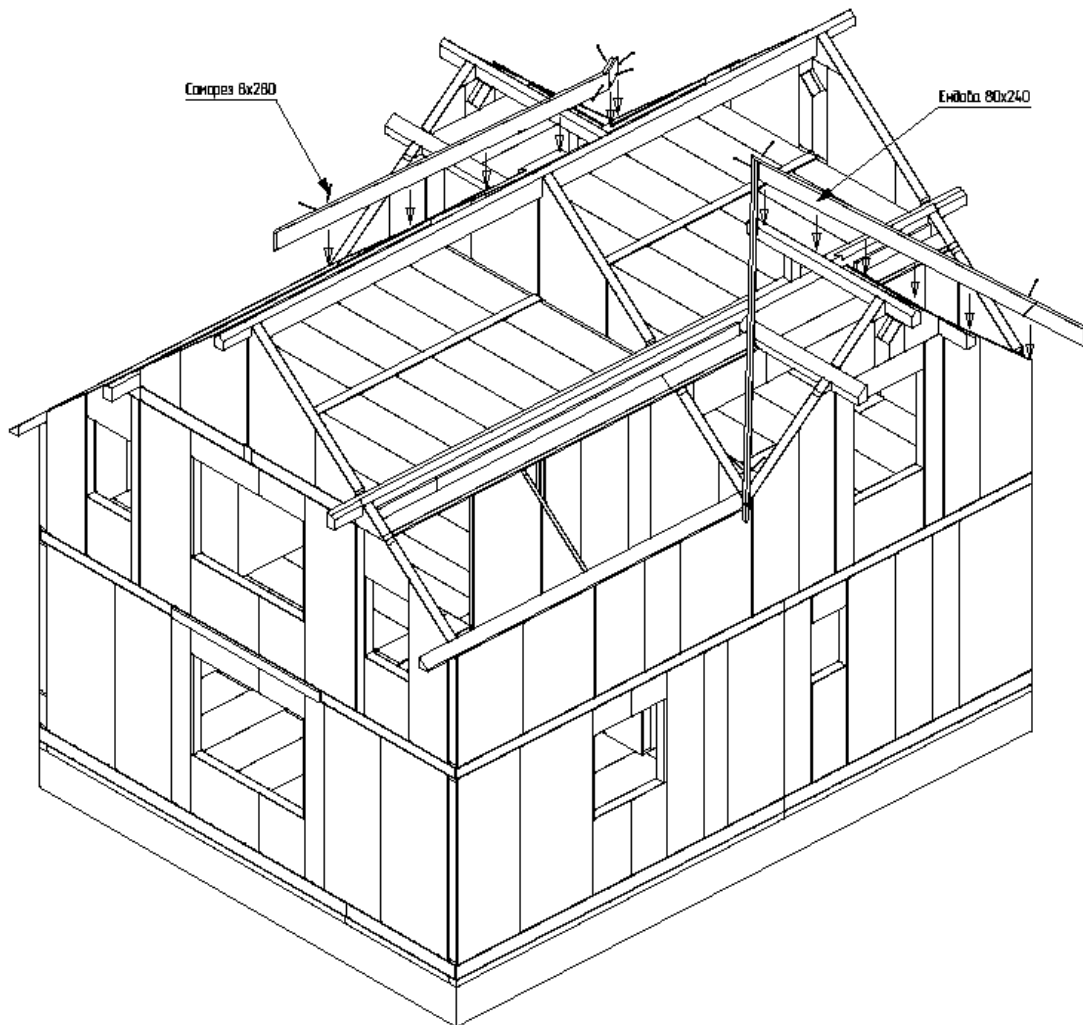

Рис. 18: Установка ендов.
17. После установки прогонов, в случае сложной многоскатной крыши, необходимо установить ребра и ендовы (Рис. 18). Эти элементы также крепятся саморезами 8x280 по 2 шт. на одно место крепления. Если крыша строящегося здания простая, односкатная либо двускатная, то этот пункт инструкции пропускается.